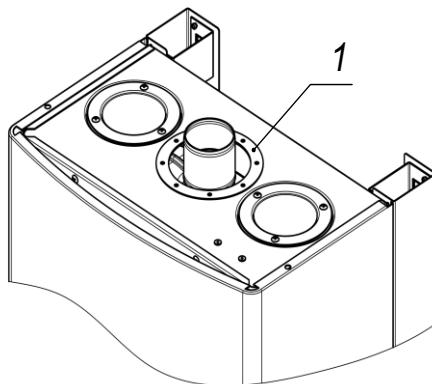

Рис. 8. Установка прокладки
- 2) установить прокладку 1 (поставляется в комплекте с котлом) (см. Рис. 8);